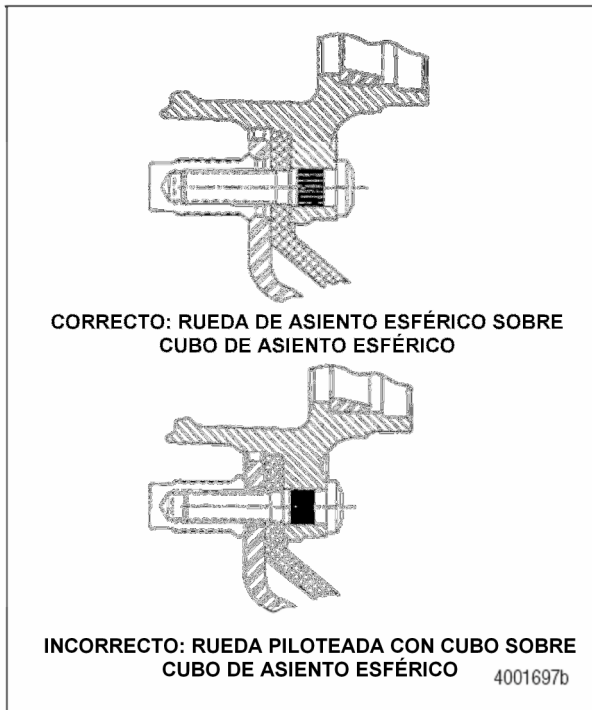

Figura 13.34
10. Asegúrese que la tuerca y la rueda se acoplan correctamente. Asegúrese de instalar los componentes correctos sobre los sistemas de rueda. Figura 13.34 y Figura